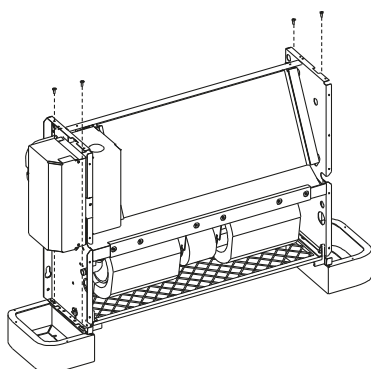

Figura 12
- Coloque el aire acondicionado en el soporte de montaje y asegúrelo con tornillos (consulte la Figura 12).